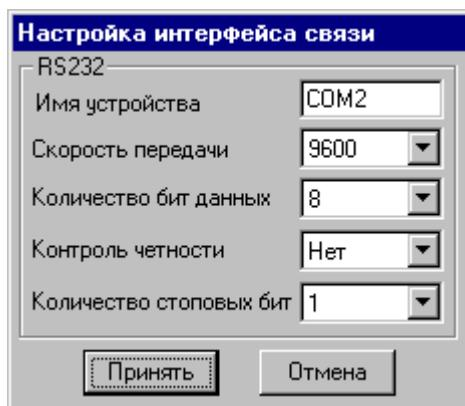

Рисунок 3.2 - Настройка устройства связи
- "Настройка интерфейса RS-232" - настройка параметров связи последовательного порта (при нажатии на кнопку вызывается форма (рисунок 3.2).